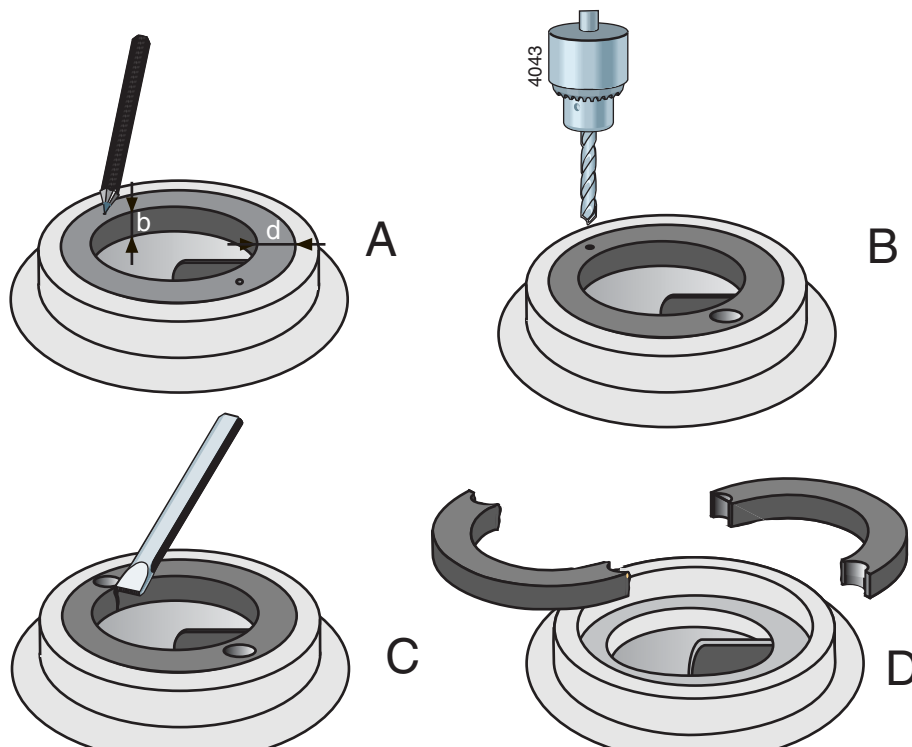

Figura 14: Desmontaje del anillo de desgaste estacionario
- 1 Mida el espesor (d) y el ancho (b) del anillo, consulte figura 14 A.
- 2 Realice un orificio de centrado en mitad del borde del anillo en dos puntos opuestos, consulte figura 14 B.
- 3 Utilice una broca con un diámetro algo inferior que el grosor (d) del anillo y realice dos taladros en éste, consulte figura 14 C. La profundidad del taladro no debe superar el ancho (b) del anillo. Procure no dañar la superficie de contacto de la carcasa de la bomba.
- 4 Corte mediante un cincel el resto del grosor del anillo. Ahora puede retirar de la carcasa de la bomba las dos mitades del anillo, consulte figura 14 D.